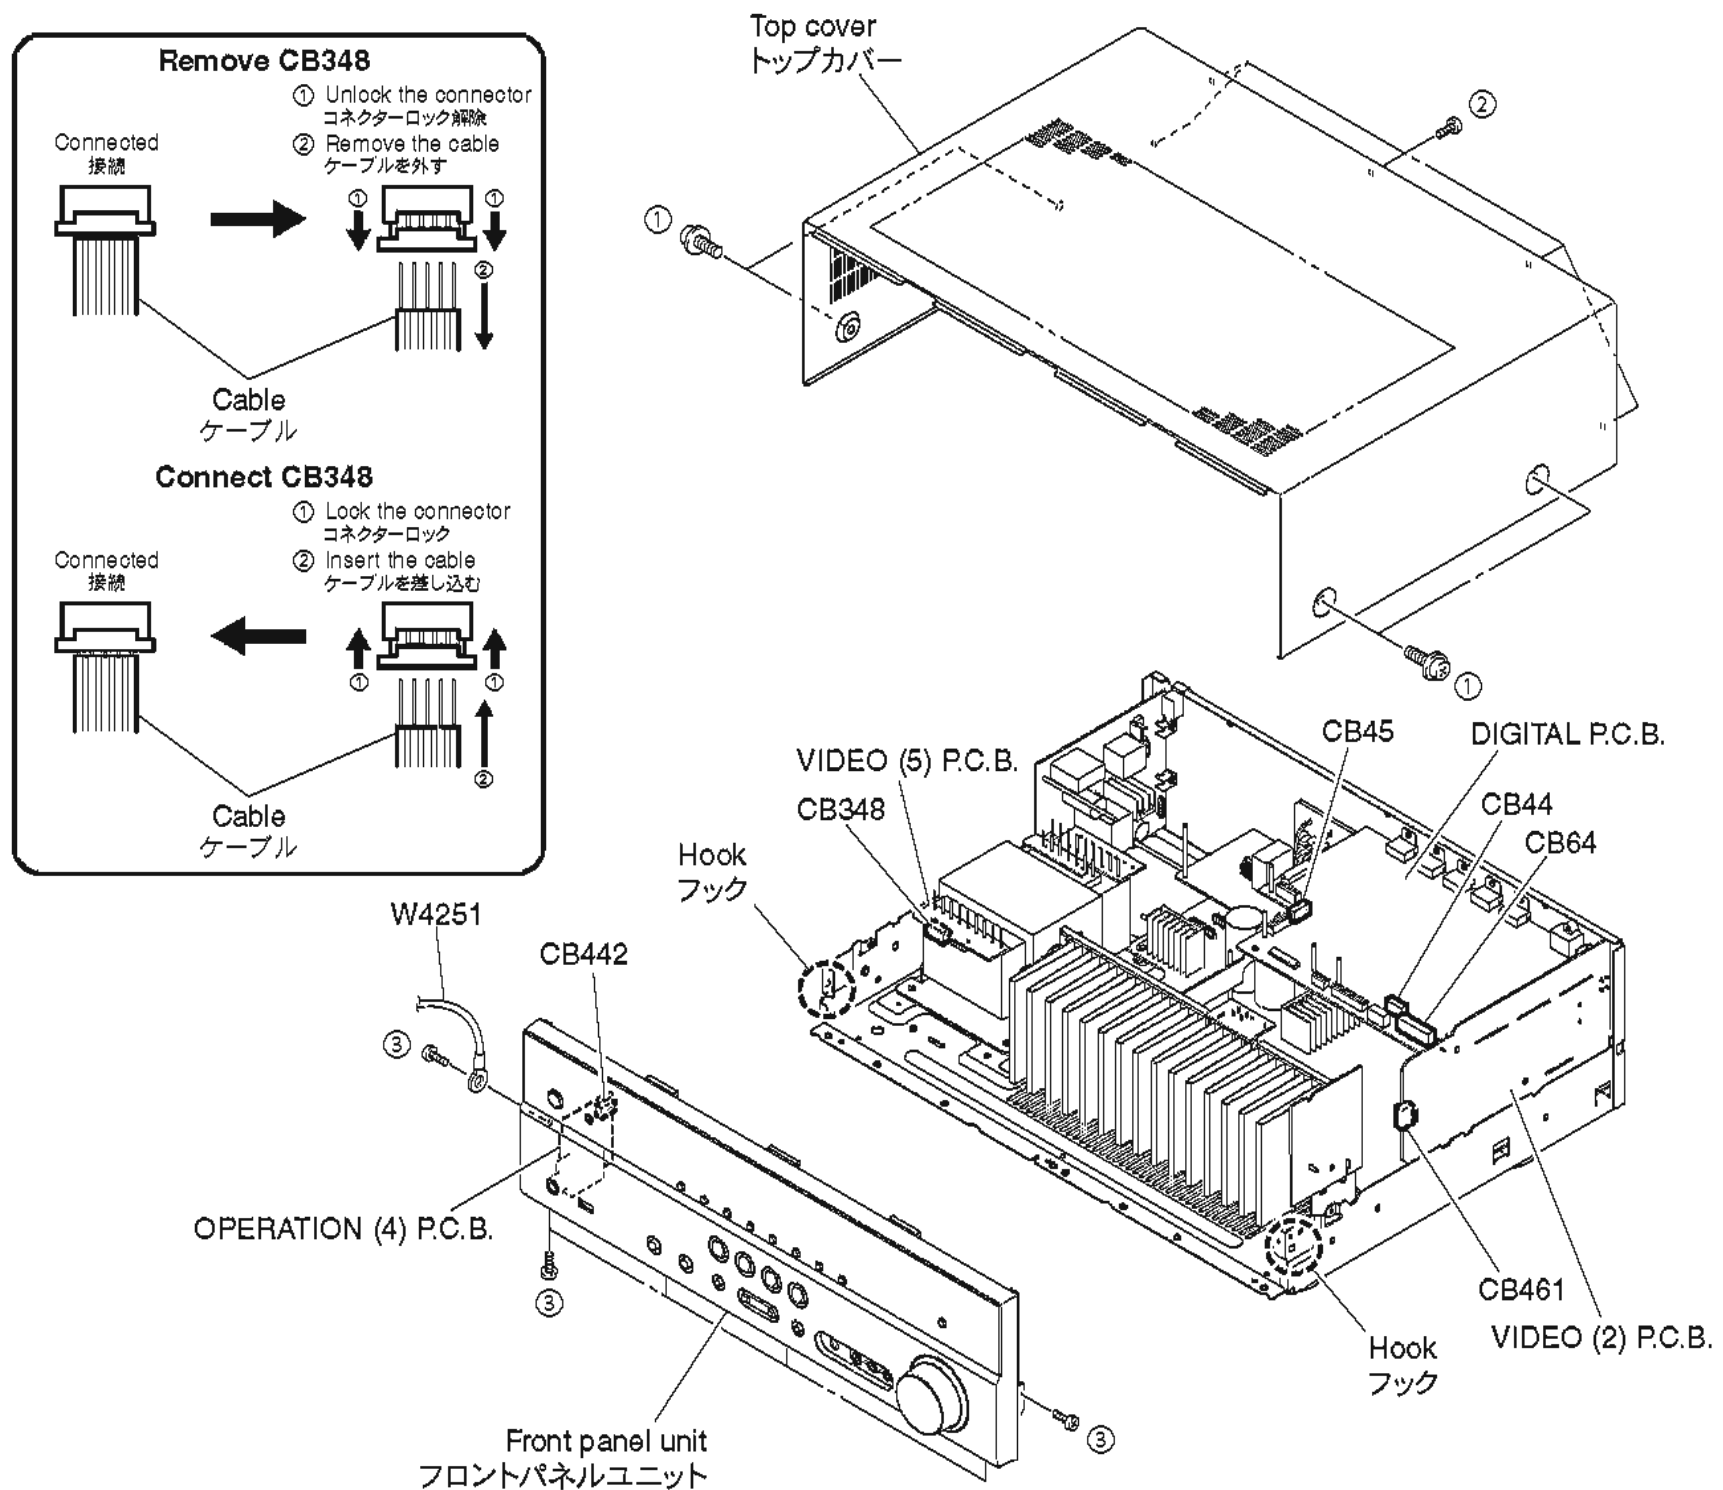

Fig. 1
- a. Remove 4 screws (①) and 5 screws (②). (Fig. 1)
- b. Lift the rear of the top cover to remove it. (Fig. 1)
- a. ①のネジ4本、②のネジ5本を外します。(Fig. 1)
- b. トップカバーの後部を持ち上げ、外します。(Fig. 1)
- a. Remove 7 screws (③), and remove W4251. (Fig. 1)
- b. Remove CB44, CB45, CB64, CB442 and CB461. (Fig. 1)
- c. Unlock and remove CB348. (Fig. 1)
- d. Release 2 hooks on both ends and remove the front panel unit. (Fig. 1)
- a. ③のネジ7本を外し、W4251を外します。(Fig. 1)
- b. CB44、CB45、CB64、CB442、CB461を外します。(Fig. 1)
- c. ロックを外し、CB348を外します。(Fig. 1)
- d. フック2箇所を外し、フロントパネルユニットを外します。(Fig. 1)